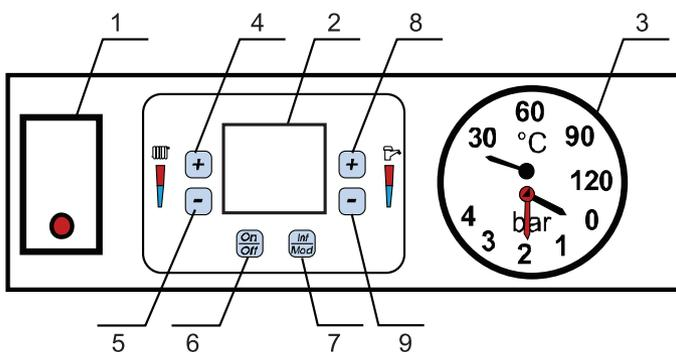

Рис. 2. Общий вид панели управления.
- Если на дисплее возникает код ошибки (см. разд. 9.2), одновременно нажмите кнопки «On/Off» и «Inf/Mod» (см. рис. 2 поз. 6 и 7) на две секунды, котел повторит цикл розжига.
- нажмите кнопку «On/Off» (см. рис. 2 поз. 6), функция предотвращения замерзания остается активной, на электронный блок продолжает подаваться электропитание, но не происходит нагрева теплоносителя;
С помощью кнопок регулировки температуры теплоносителя (см. рис. 2 поз. 4 и 5) можно изменить температуру с минимальной 30 °С до максимальной 85 °С. Не рекомендуется эксплуатировать котёл при температуре отопления ниже 45 °С.
С помощью кнопок регулировки температуры ГВС (см. рис. 2 поз. 8 и 9) можно изменить температуру с минимальной 35 °С до максимальной 55 °С.
С помощью кнопки «On/Off» (см. рис. 2 поз. 6) выберите режим «Зима» или «Лето», включите или выключите соответствующий режим. На дисплее появится символ индикации летнего или зимнего режима (см. табл. 2).